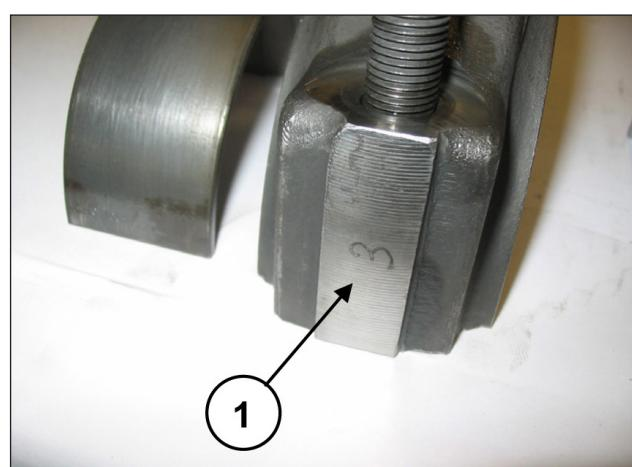

Fig. 42
Acople as semi-bielas às capas anteriormente desmontadas consultando a numeração (pos. ①, Fig. 42).
Separare as capas das semi-bielas; o acoplamento correto será garantido pela numeração colocada em um lado (pos. ①, Fig. 42).